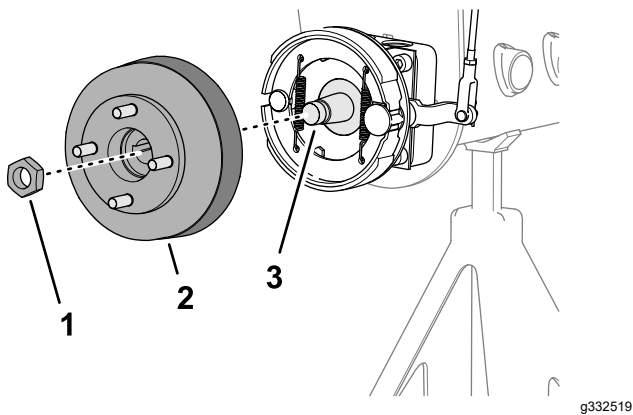
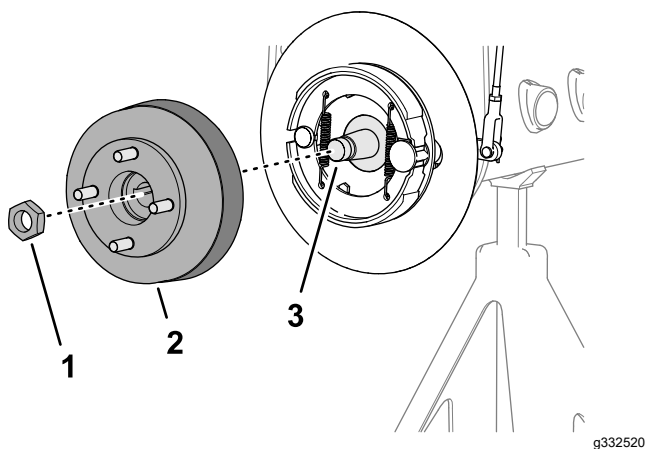

图 73
图 74
3. 将轮毂和制动鼓组装到车轮马达轴上图 73 或图 74。
4. 用锁紧螺母将轮毂固定到轴上 图 73或图 74并用手拧紧。